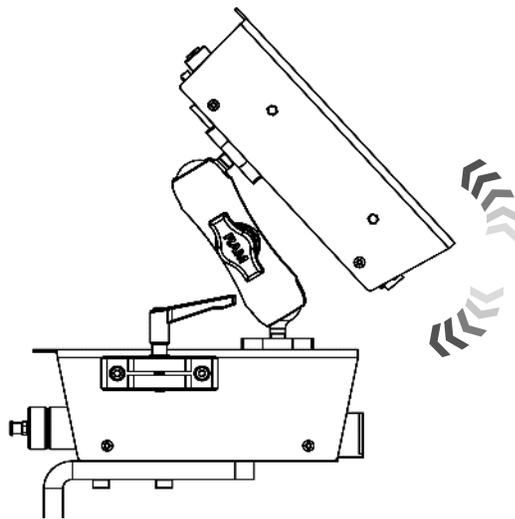

Figura 15
- Una vez que la posición óptima sea determinada, gire la perilla en el montaje de pivote en el sentido de las agujas del reloj para aplicar la fuerza de sujeción y apriete en su lugar. El controlador debe ser rígido y no moverse durante su uso (vea la Figura 15).